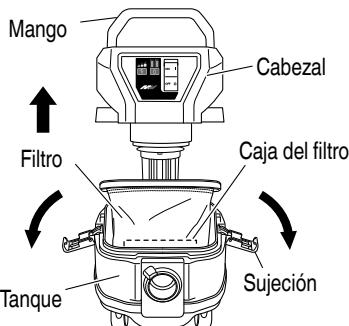

Fig. 13
- (1) Quite las dos sujetaciones, use los dos mangos para levantar el cabezal y sacarlo del tanque. (Fig. 13)